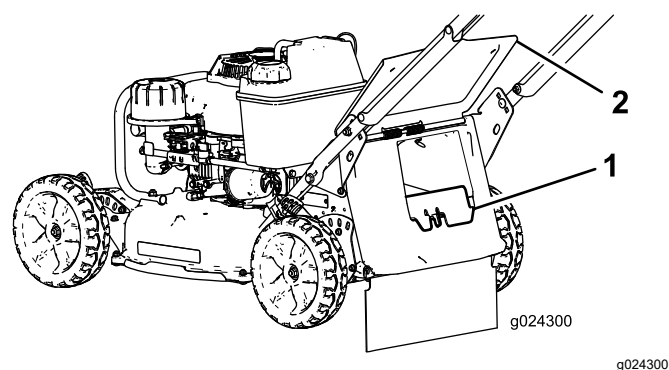

Figure 20
volet arrière, et insérez-le dans la goulotte arrière jusqu'à ce que le verrou s'enclenche; voir Figure 20.
3. Retirez l'obturateur d'éjection arrière en appuyant sur le verrou avec le pouce et en tirant l'obturateur hors de la machine (Figure 20).